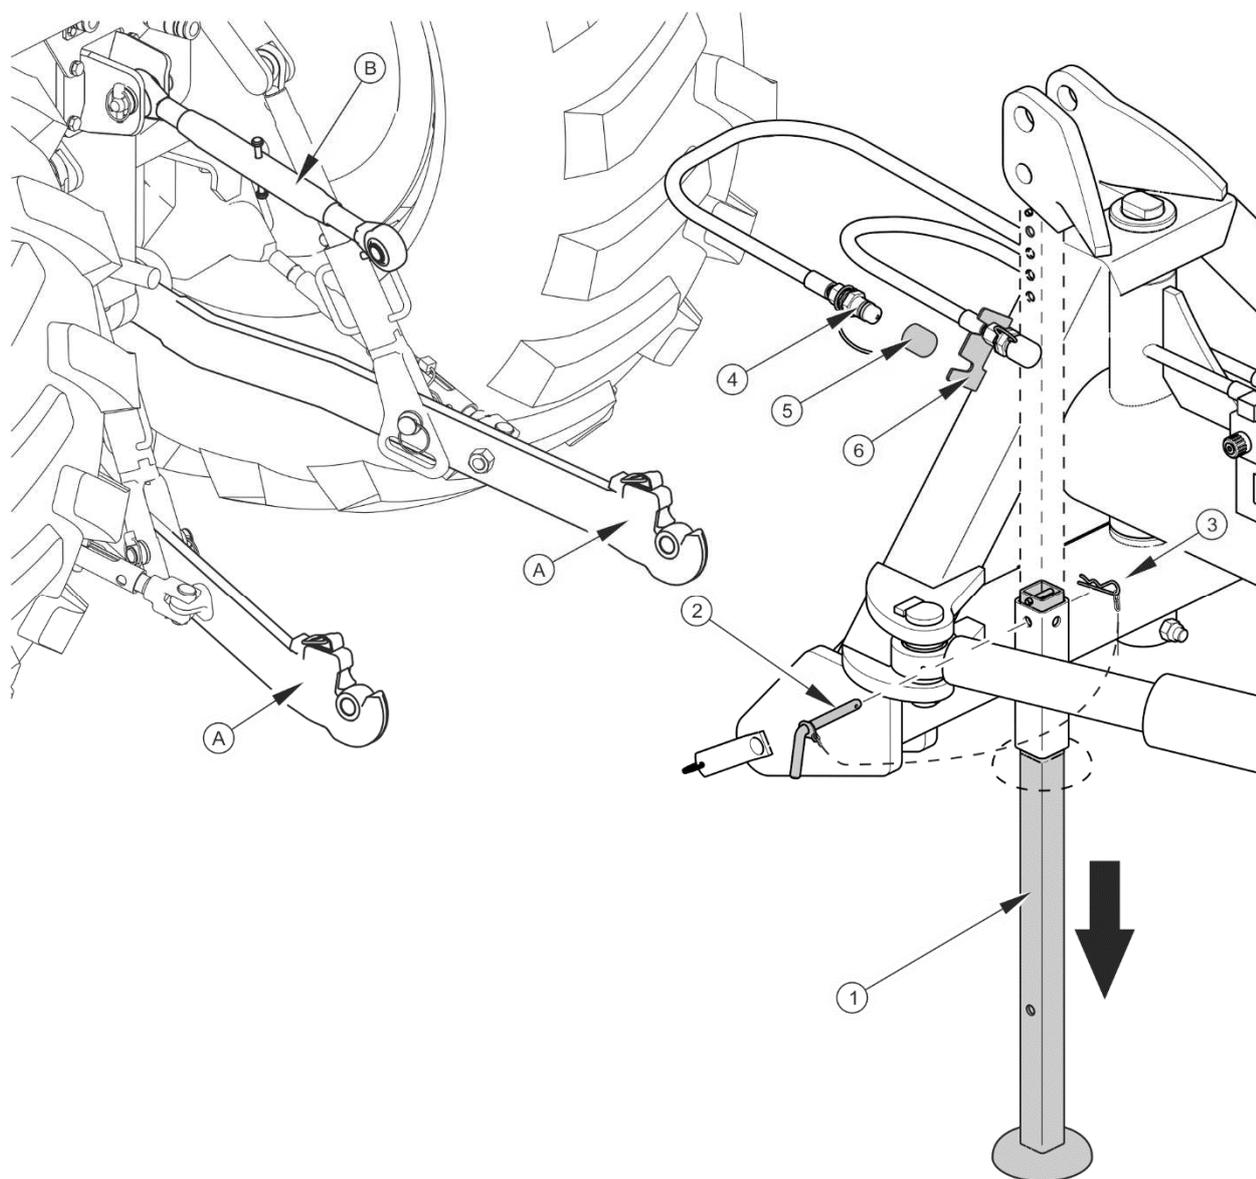

РИСУНОК 4.6 Опускание стояночной опоры
- при поднятом грейдере разблокировать чеку (3) и вынуть шплинт (2)- (РИСУНОК 4.6),
- опустить опору (1), заблокировать шплинтом (2) и зафиксировать чекой (3),
- отсоединить штекеры (4) гидропроводов и электропровод с 3-пиновым штекером,
- штекеры (4) закрыть колпачками (5) и поместить на кронштейн (6),
- отсоединить верхнюю тягу (B) (центральный соединительный элемент), нижние тяги трехточечной системы навески трактора (A) и отъехать от машины.